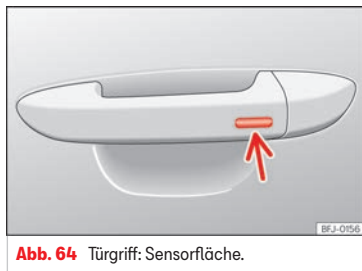

Abb. 64 Türgriff: Sensorfläche.
- **ODER:** mit dem Keyless Access-System (nur Schließen): Finger einige Sekunden auf der Sensorfläche zur Verriegelung >>> **(Abb. 64)** (Pfeil) im Türgriff halten, um die Fenster und das Schiebedach zu schließen. Sobald Sie die Sensorfläche nicht mehr berühren, wird die Schließfunktion unterbrochen.
Halten Sie einige Sekunden lang einen Finger über die Verriegelungssensorfläche **>>> (Abb. 64)** (Pfeil) am Türgriff, damit das Dach geschlossen wird. Sobald Sie die Sensorfläche nicht mehr berühren, wird die Schließfunktion unterbrochen.